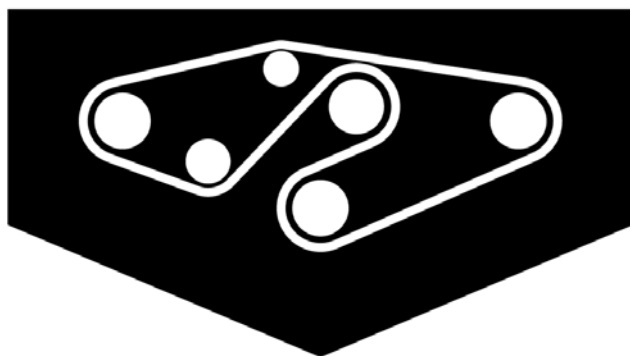

Figure 38
4. Installez la courroie neuve autour des poulies d'axe et de la poulie de tension (Fig. 38).